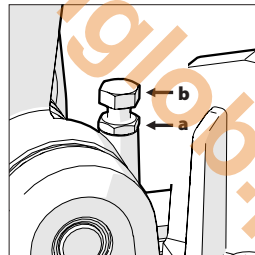

Fig. 20
- Lösen Sie die Kontermutter an der Anschlagsschraube für die Abwärtsbewegung. **(Abb. 20 Pos. a)**
- Drehen Sie die Einstellschraube **(Abb. 20 Pos. b)** heraus (entgegen dem Uhrzeigersinn), um die Abwärtsbewegung des Schneidkopfes zu verkürzen.